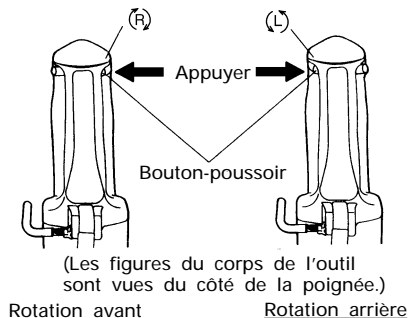

Fig. 19
- La mèche tourne dans le sens horaire (vu de l'arrière) quand on appuie sur côté-R du poussoir. En appuyant sur côté-L du poussoir, la mèche tourne dans le sens anti-horaire. (Voir Fig. 19).